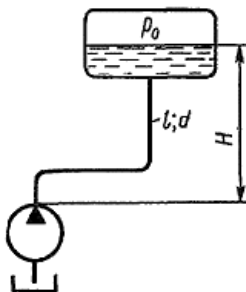

Рис. 8.3
8.7. Насос подаёт воду в резервуар по трубопроводу диаметром 100 мм и длиной $l = 8$ м на высоту $H = 4$ м в количестве 1 л/с (рис. 8.3). Давление над свободной поверхностью воды в резервуаре $p_0 = 50$ кПа. Определить полный напор, создаваемый насосом, принимая шероховатость трубы 0,05 мм, кинематический коэффициент вязкости воды $\nu = 0,8$ сСт.